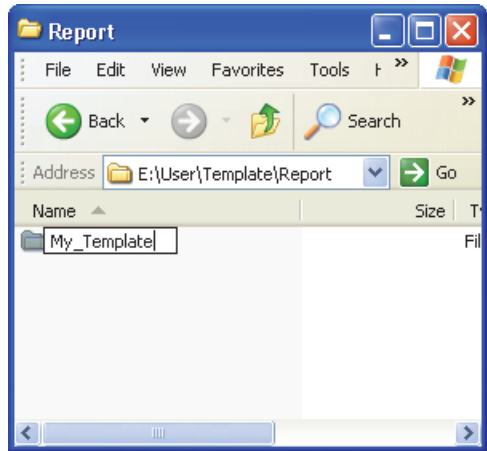

图 7-5 用户定制报告文件的路径
4. 将刚刚拷贝的 \User\Template\Report\Complete\ 文件夹，用用户自己选择的名称重新命名（例如第 166 页的图 7-5 中的文件夹被重新命名为 My_Template）。